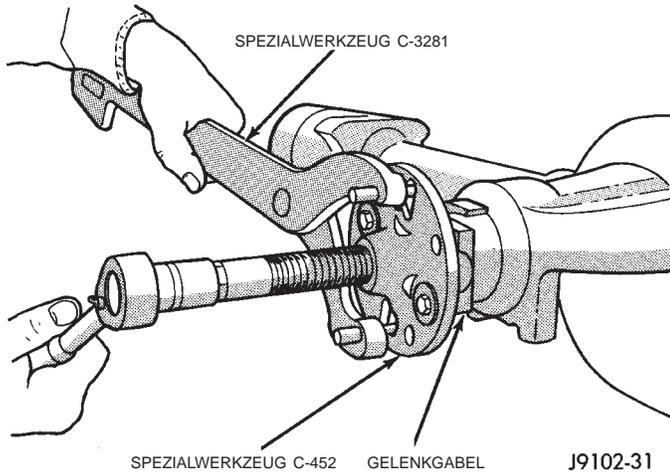

Abb. 11 Gelenkgabel ausbauen
- (1) Fahrzeug anheben und sicher abstützen.
- (2) Räder abbauen.
- (3) Bremssättel und Bremscheiben abbauen. Arbeitsanleitung hierzu siehe Kapitel 5, "Bremsen".
- (4) Gelenkgabel und das Ende der Gelenkwelle mit Paßmarkierungen für den Einbau versehen.
- (5) Gelenkwelle von der Gelenkgabel abbauen.
- (6) Antriebskegelrad drei bis vier Umdrehungen drehen.
(7) Das zum Drehen des Antriebskegelrads erforderliche Drehmoment (= Vorspannung des Lagers) mit einem Drehmomentschlüssel (mit niedrigem Meßbereich) messen und notieren.
(8) Mit Haltegriff 6958 die Gelenkgabel festhalten und die Mutter des Antriebskegelrads mit Unterlegscheibe ausbauen.
(9) Gelenkgabel mit den Werkzeugen C-452 und C-3281 abbauen (Abb. 11).
(10) Wellendichtring mit Gleithammer ausbauen oder heraushebeln.
(11) Das vordere Ritzellager mit einem geeigneten Abzieher gerade von der Welle abziehen. Eventuell leicht mit einem Leder- oder Gummihammer auf das Ende der Welle schlagen, wenn das Lager auf der Welle festsetzt.
(12) Quetschring ausbauen.
- (3) Bremssättel und Bremsscheiben abbauen. Arbeitsanleitung hierzu siehe Kapitel 5, "Bremsen".
- (7) Das zum Drehen des Antriebskegelrads erforderliche Drehmoment (= Vorspannung des Lagers) mit einem Drehmomentschlüssel (mit niedrigem Meßbereich) messen und notieren.
- (8) Ausgleichkorb aus dem Differentialgehäuse ausbauen.
- (9) Mit Haltegriff 6958 die Gelenkgabel festhalten und die Mutter des Antriebskegelrads mit Unterlegscheibe ausbauen.
- (10) Gelenkgabel mit den Werkzeugen C-452 und C-3281 abbauen (Abb. 11).